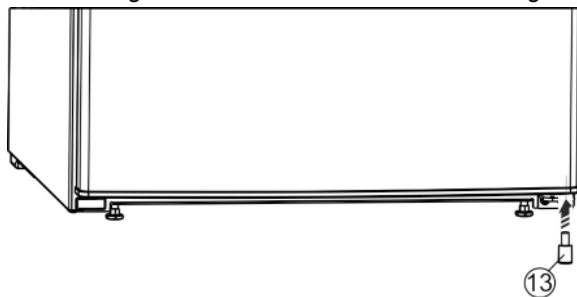

Fig. 6
- Volver a colocar el distanciador Fig. 6 (13) en la parte inferior derecha de la puerta, ya que es importante para la estabilidad del aparato.